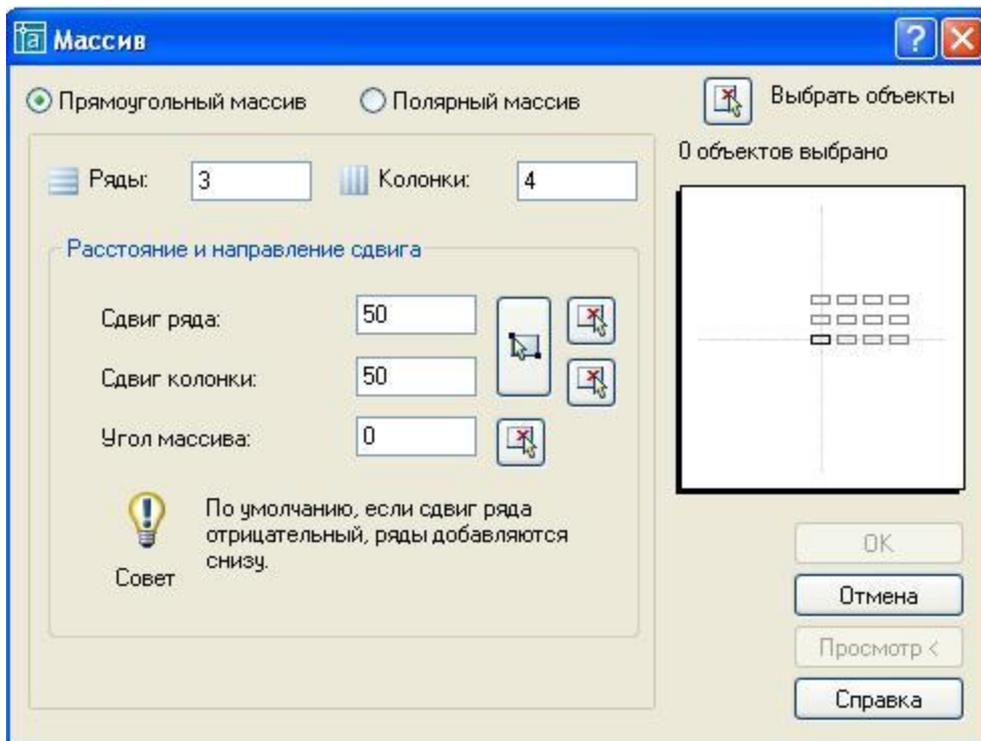

Рис.2.5 Диалоговое окно Массив
Вызов команды **Array**: щелчком на пиктограмме  или из падающего меню **Modify\ Array (Изменение\ Массив)**. При этом открывается диалоговое окно Массив (Рис.2.5.), в котором можно настроить следующие параметры:
- если выбран прямоугольный массив, то указать количество рядов и колонок, расстояния между рядами и колонками (на рис.2.5 показано, что расстояния равны 50 мм);